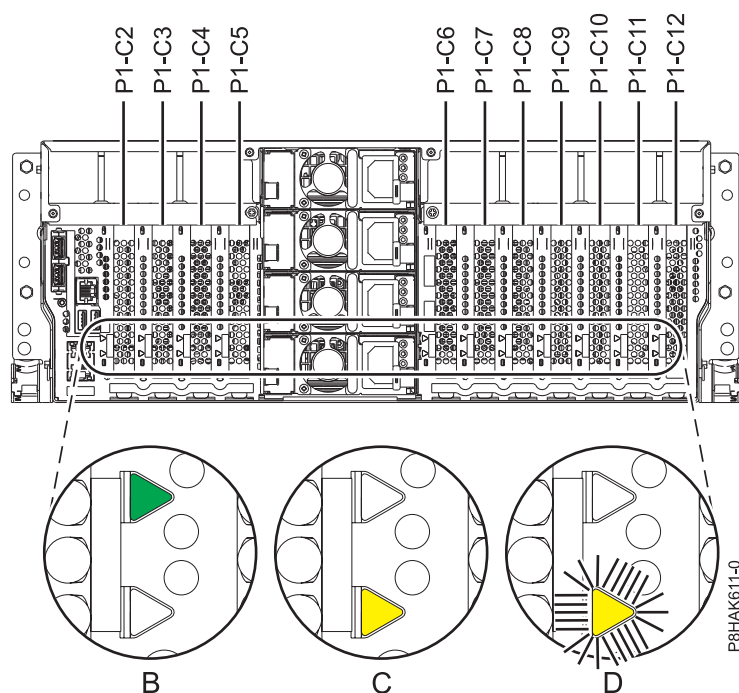
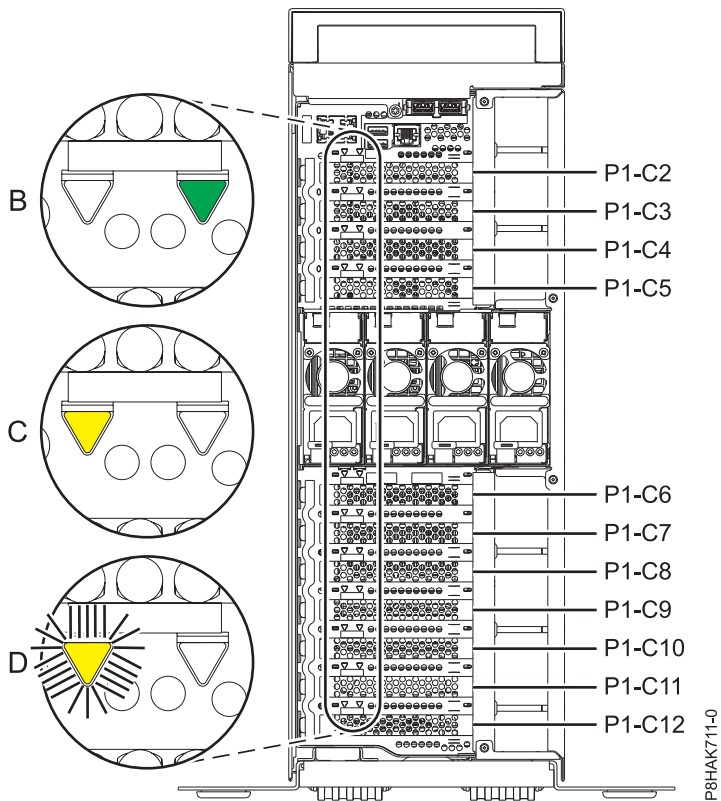

Figure 31. Emplacements des cartes PCIe et emplacements des voyants sur un système monté en armoire
Figure 32. Emplacements des cartes PCIe et emplacements des voyants sur un système 8286-41A autonome
Si vous intervenez sur une carte PCIe défectueuse, recherchez le voyant orange qui clignote sur cette carte PCIe pour identifier le composant défectueux. Voir la figure 31 et la figure 32, à la page 36 qui illustrent les états des voyants. Notez que le voyant orange correspondant à la carte PCIe défectueuse **clignote**, comme illustré dans (D) dans la figure 31 et la figure 32, à la page 36.
Avvertissement : Si la carte PCIe fonctionne normalement, le voyant d'activité est **fixe** (vert) et le voyant d'erreur est **éteint** (orange), comme illustré dans (B) dans la figure 31 et la figure 32, à la page 36. Ne tentez pas de retirer la carte PCIe en cours de fonctionnement.